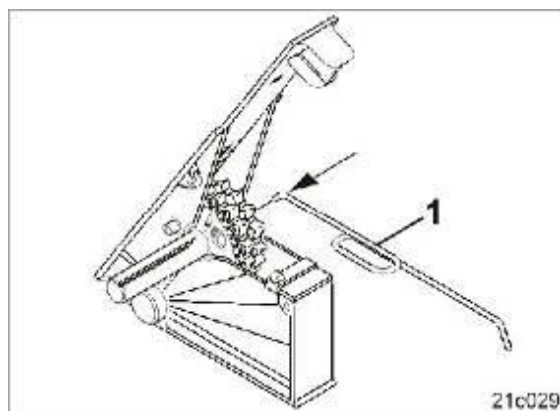

Рис.47
6.1.6. До упора прижмите штифт входящим в комплект поставки ключом (Рис. 47/1) к мелкосеменным высевающим катушкам.